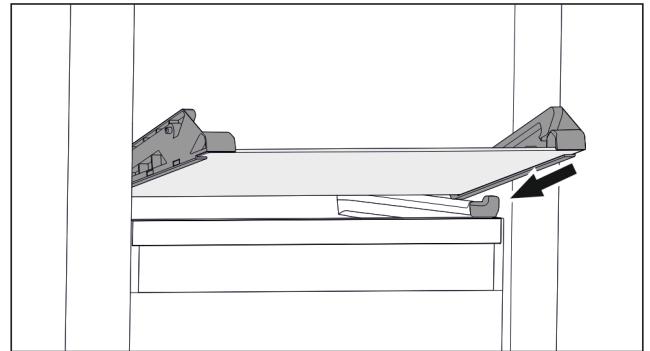

Fig. 93 Glasplatte des abklippbaren Schubfachs
- ▶ Glasplatte schräg hinter den Stoppere aufsetzen. (zie Fig. 93)